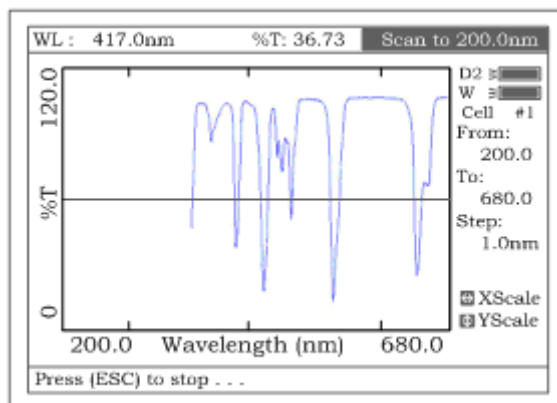
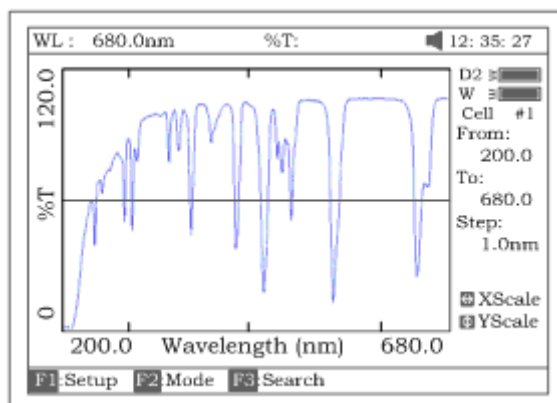

Рис. 45
Рис. 46
- Поставьте кювету с пробой на пути луча. Нажмите клавишу **[СТАРТ/СТОП]**, чтобы выполнить сканирование (рис.45). Когда сканирование завершится, прибор издаст 3 звуковых сигнала. На экране отобразится спектр пробы относительно базовой линии (холостого раствора) (рис.46).